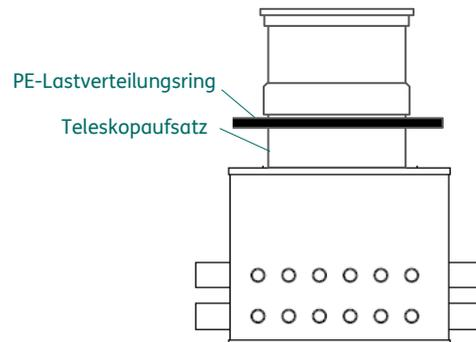

Bild 2
- Der PE-Lastverteilungsring wird unterhalb des Teleskopaufsatzes montiert und tragfähig unterfüttert (Bild 2).